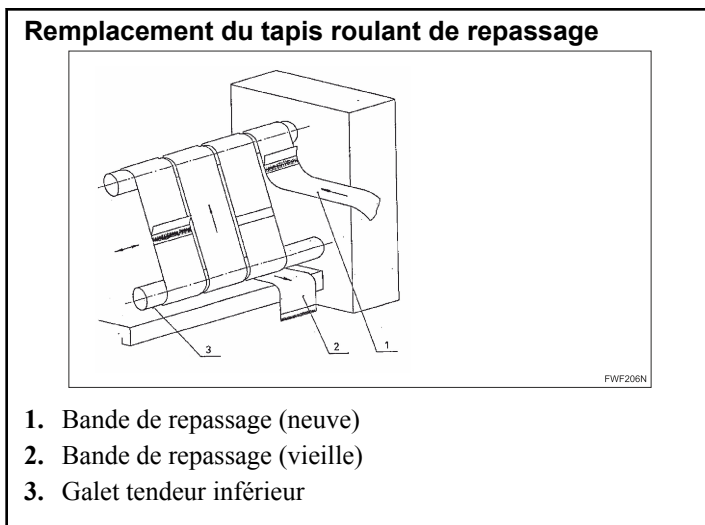

Figure 41
- La marche à suivre pour effectuer le remplacement des bandes est illustrée à la figure *Figure 41*.